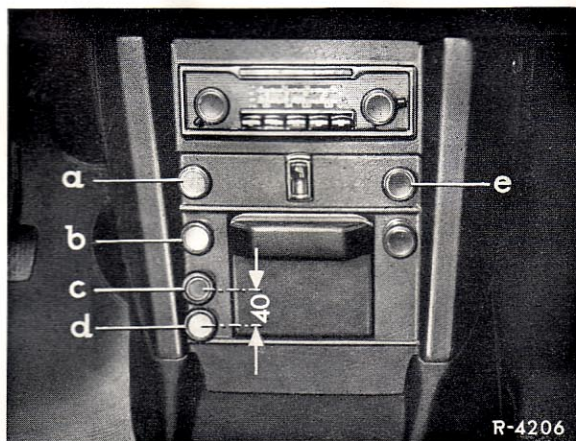

Bild 54-3/4
8. Durch die Aufschäumung des Gehäuses, das vorhandene Loch für den Schubumschalter schneiden. Schubumschalter (6) in das Gehäuse einbauen und mit der Rosette (7) befestigen. Anschließend Knopf (8) aufschrauben (Bild 54-3/4 bzw. 5).